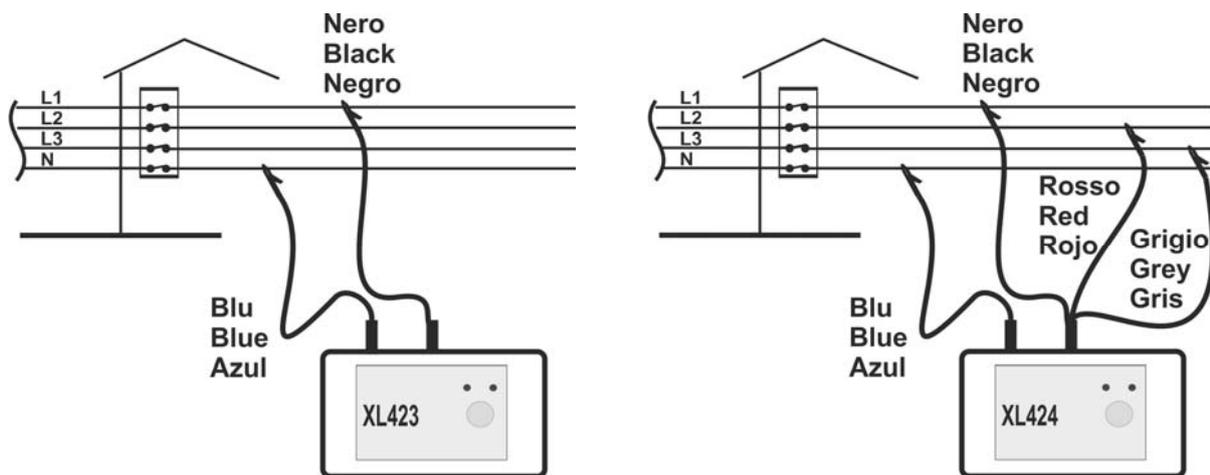

Fig. 3: Conexión del instrumento en un sistema Trifásico 4-cables
3. Conecte el cocodriles a la instalación respetando las conexiones indicadas en Fig. 3.